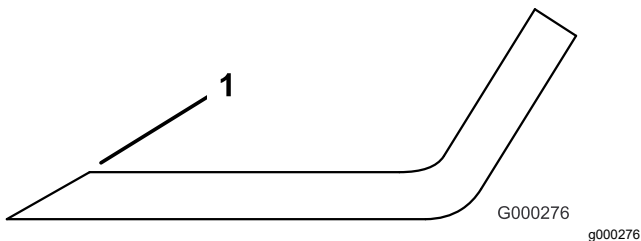

Figura 131
3. Examinezi marginile de tăiere ale tuturor lamelor i ascuii-le dacă sunt tocite sau crestate (Figura 131).
Notă: Ascuii doar partea superioară a marginii de tăiere i meninei unghiul de tăiere iniial pentru a asigura ascuirea (Figura 131). Lama rămâne echilibrată dacă elimini aceeași cantitate de metal de pe ambele margini de tăiere.